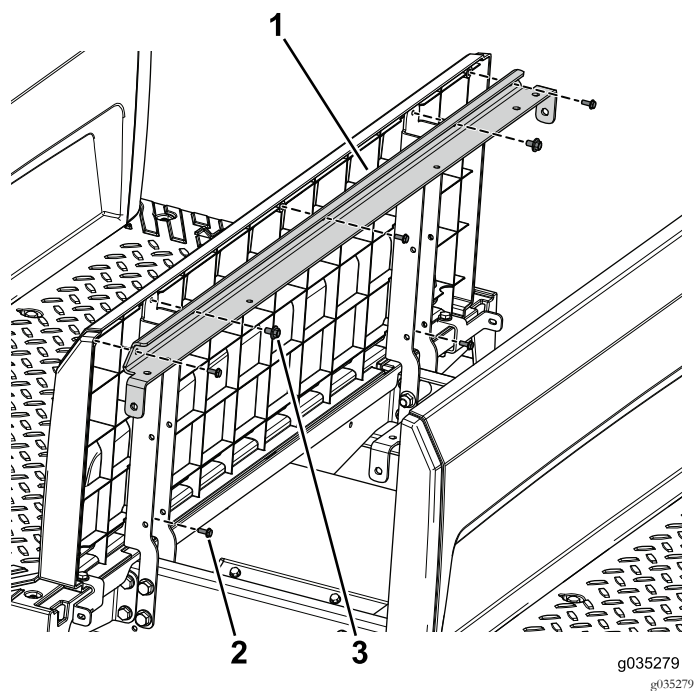

図 94
3. アングルのサポートブラケットと座席ベースパネルを左右の座席サポートに固定するボルトワッシャアセンブリ1/4 x 1/2 インチ2個を使う 図 94。
4. 後パネルを、アングルのサポートブラケットに固定するねじ#10 x 1/2 インチ5本を使う 図 94。